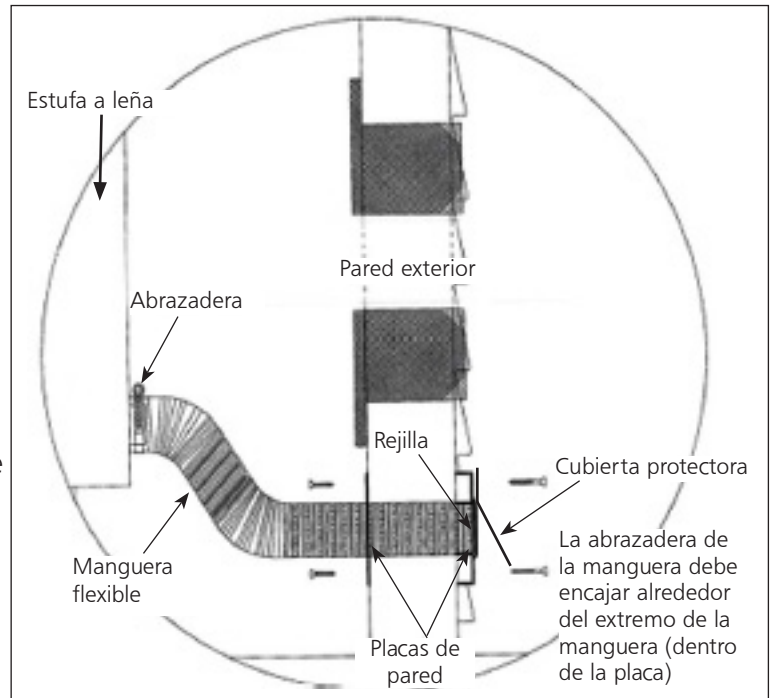

Figura 1
2. Coloque un extremo de la manguera flexible sobre el tubo de aire de admisión de su unidad a leña. Coloque la primera abrazadera de manguera sobre este extremo de la manguera flexible y apriétela. Consulte la Figura 1.